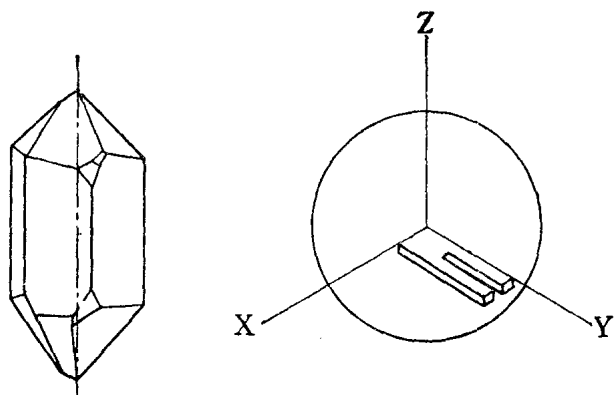

图 1—6 晶轴
初期的石英谐振器是棒状型（如图 1—7）。它的缺点是：①体积太大；②易受外界影响，特别受振动影响；③固定的工艺困难，因棒状型整个都属振荡面。